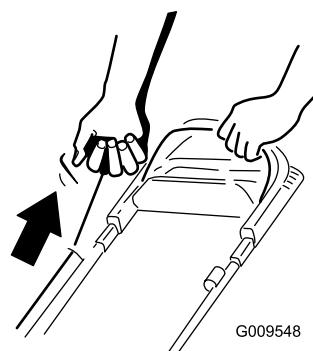

Figura 20
2. Tire del arrancador de retroceso (Figura 20).
Nota: Cuando tire del arrancador de retroceso, debe tirar suavemente hasta que note resistencia; luego tire con fuerza (Figura 20). Deje que la cuerda vuelva lentamente al manillar.